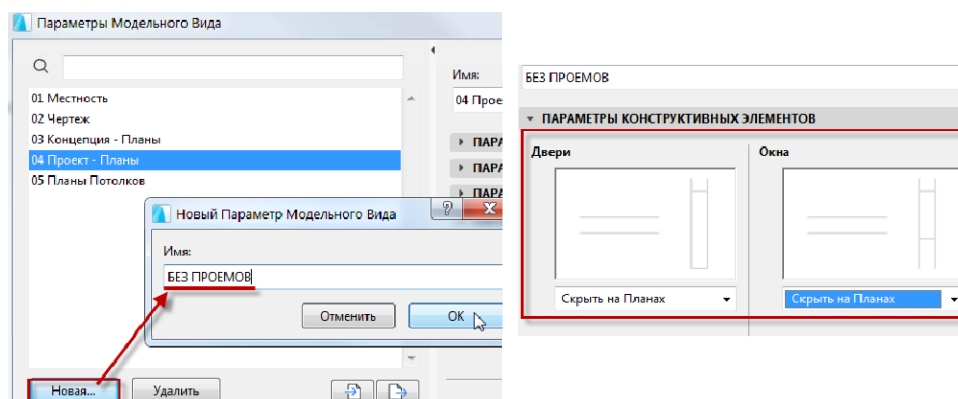

Рис. 11.1
*Новая комбинация модельного вида.* Перейдите на план 1-го этажа. В меню *Документ – Модельный Вид* либо через табло оперативных параметров (  ) откройте диалоговое окно *Параметры Модельного Вода*. В левом нижнем углу нажмите кнопку *Новая* и запишите имя новой комбинации модельного вида БЕЗ ПРОЕМОВ (рис. 11.1, слева). Отредактируйте созданную комбинацию. В разделе *ПАРАМЕТРЫ КОНСТРУКТИВНЫХ ЭЛЕМЕНТОВ* отключите показ окон и дверей (см. рис. 11.1, справа). Закройте диалог.